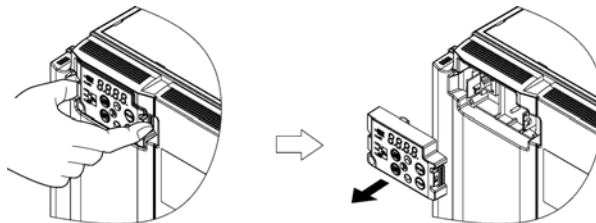

Figure 13.1-4 Retrait de la console
- (1) Appuyez sur les crochets au niveau des flèches et tirez comme indiqué sur la Figure 13.1-4.